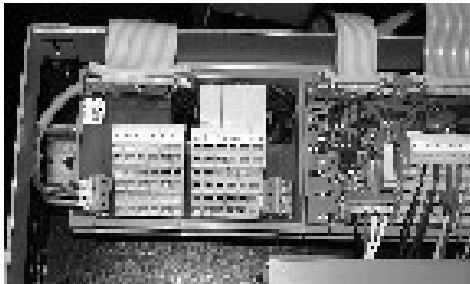

Abb. 1
1. Heizkreismodul auf die Hutschiene montieren (Abb.1)